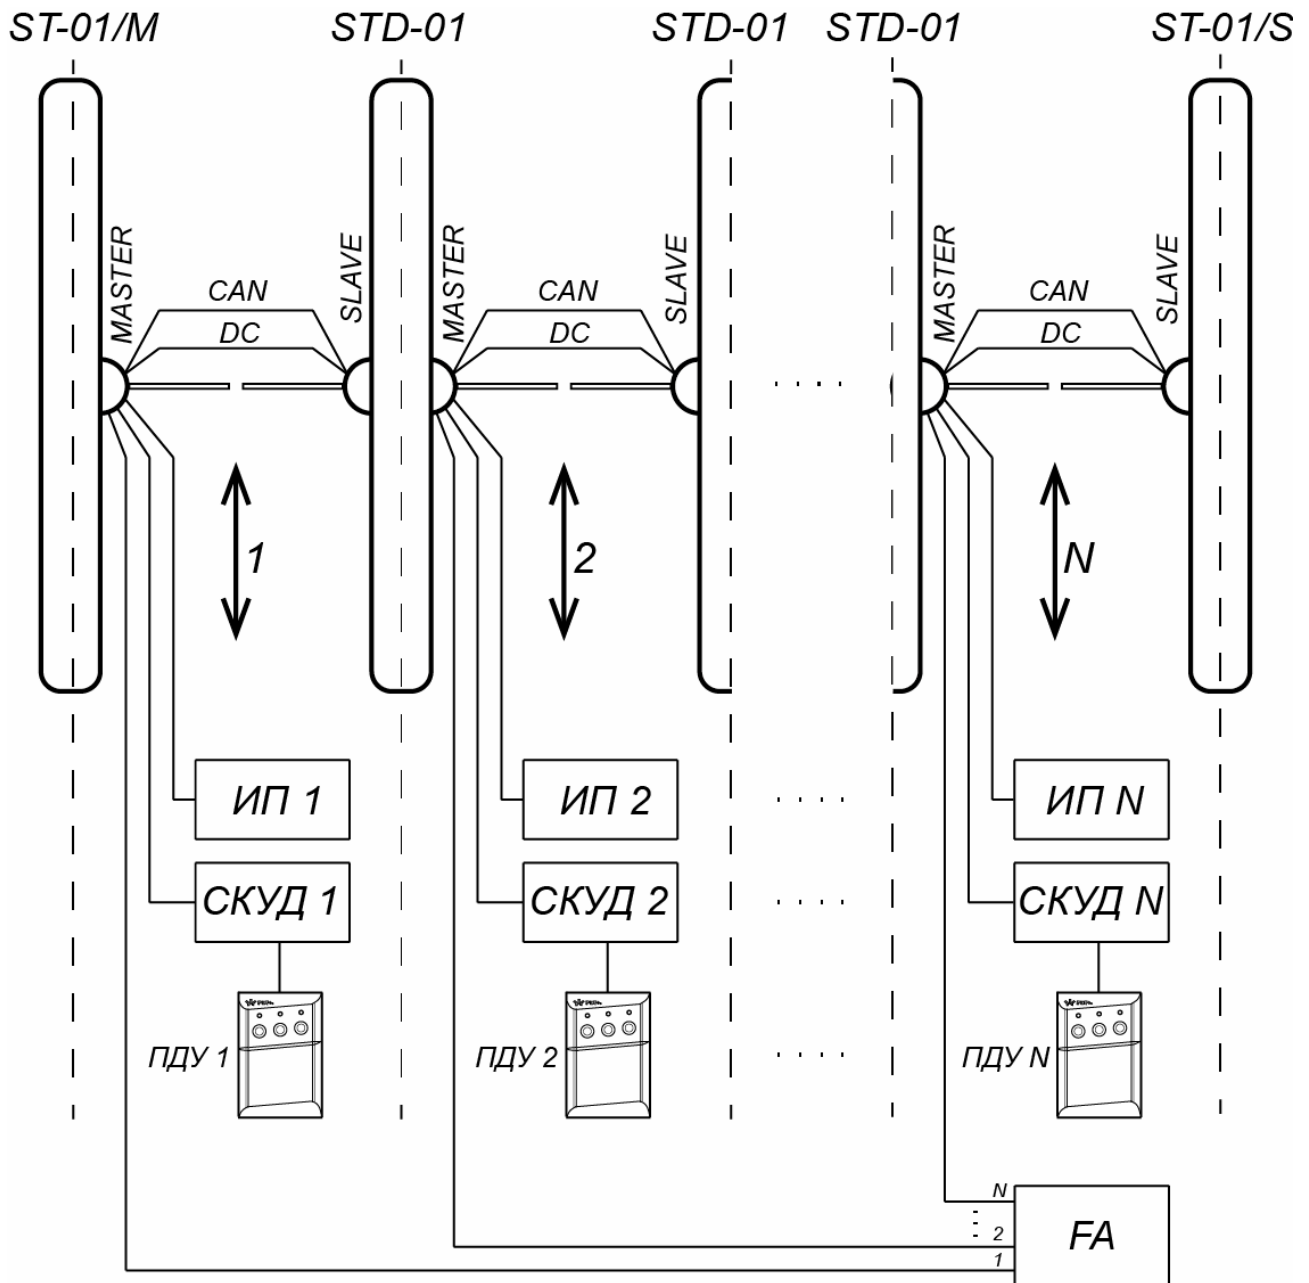
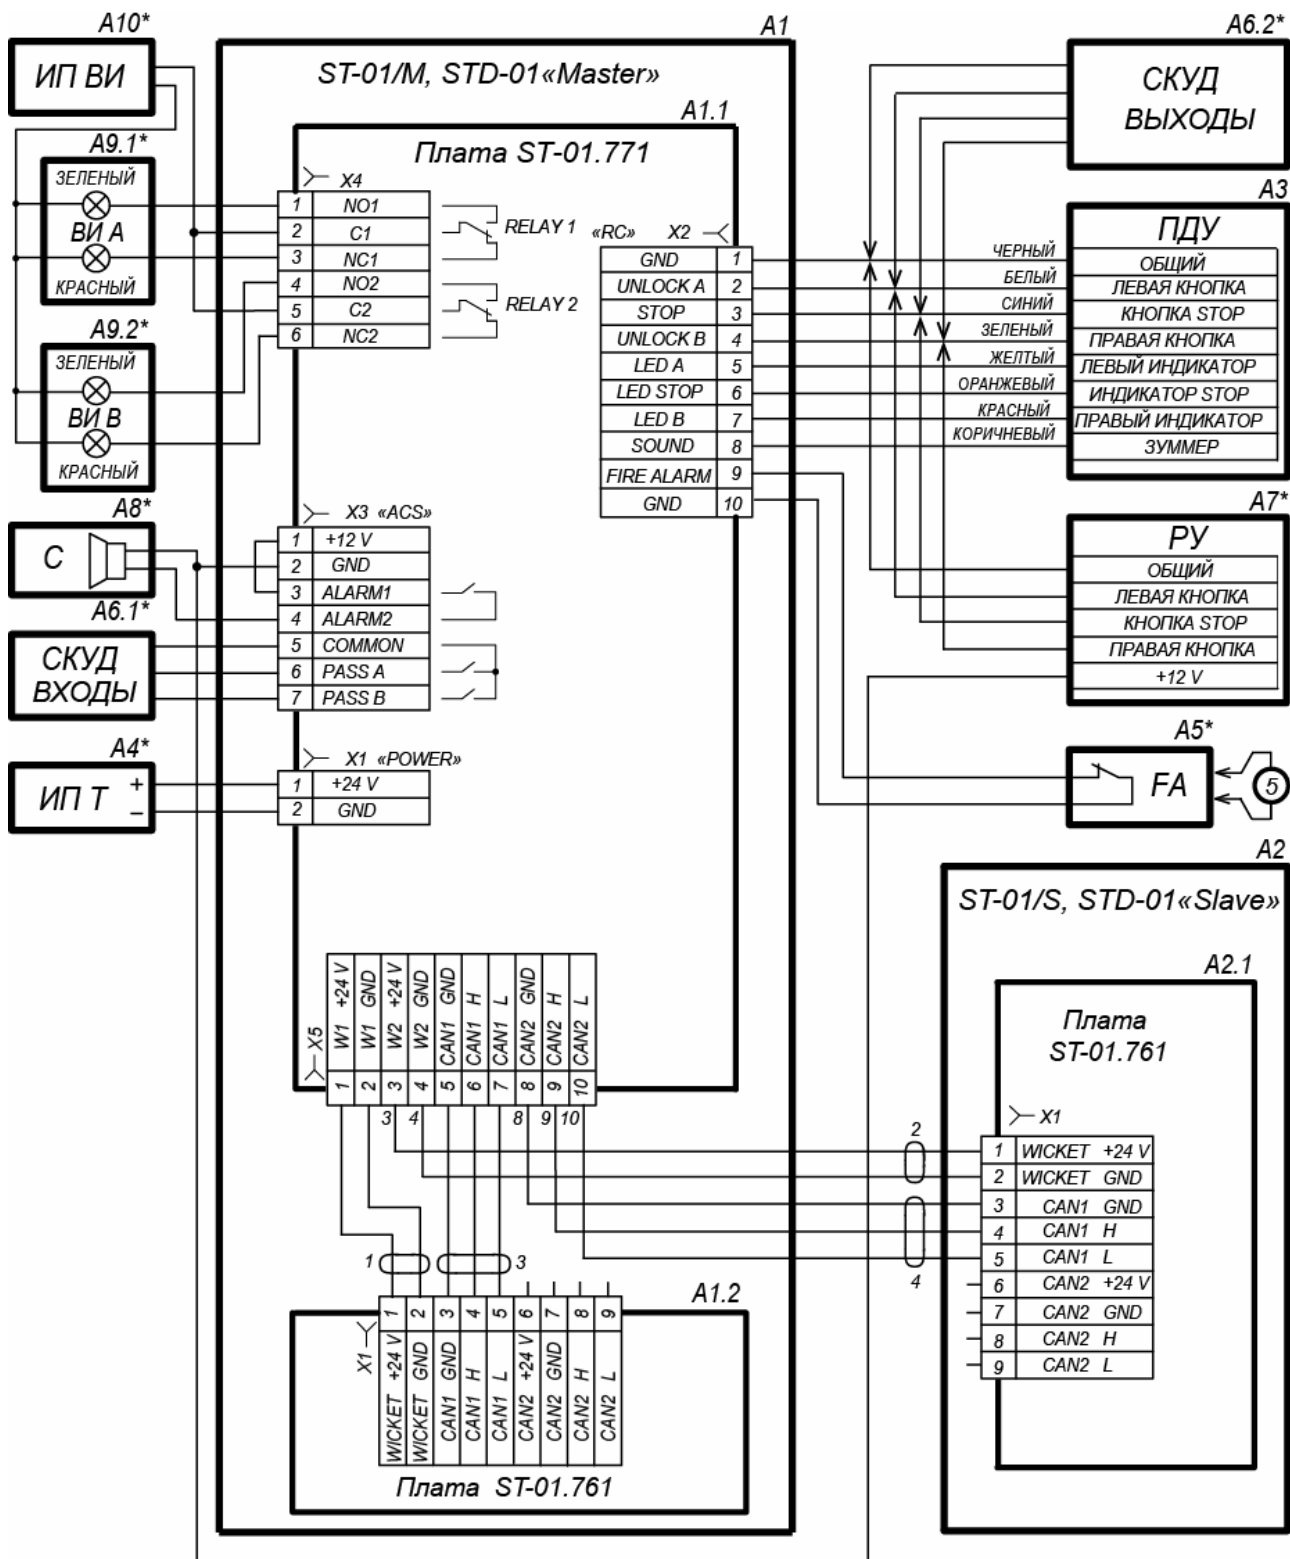

Рисунок 17. Схема соединений турникета PERCo-ST-01 и двусторонних секций PERCo-STD-01 для организации проходной с несколькими зонами прохода
Рисунок 18. Схема электрических соединений турникета¹
Содержание монтажных операций дано с учетом рекомендаций, приведенных в разд. 8.1. Оборудование и инструменты, необходимые при монтаже, перечислены в разд. 8.2. Номера позиций указаны в соответствии с рис. 6 и 7. Схема электрических соединений турникета приведена на рис. 18. Типы кабелей, используемых при монтаже, перечислены в табл. 5. На рис. 17 приведен пример схемы соединений турникета и двусторонних секций при организации проходной с несколькими зонами прохода.
Если нет возможности использовать способ протяжки кабелей кондуктором, при необходимости кабели DC и CAN можно проложить сразу, до начала установки секций. Данные кабели находятся в центральной стойке секции (стороны секции) *Slave* внизу под кожухом. Для этого необходимо распаковать секцию *Slave*, снять кожух с центральной стойки (см. рис. 19), вынуть кабели DC и CAN и отсоединить их от платы управления приводом. На концах жил кабелей имеются маркеры с номерами, соответствующими схеме соединений (рис. 18).
14. Через отверстие для ввода кабелей в основании центральной стойки двусторонней секции (со стороны *Master*) введите внутрь стойки кабели для управления второй зоной прохода: от ИП, от ПДУ или контроллера СКУД, от устройства *Fire Alarm* и дополнительного оборудования, а также кабели DC (19) и CAN (20) от секции (сторона секции) *Slave* или же кондуктор для их протяжки.
20. Подключите кабели к плате управления первой зоны прохода согласно схеме электрических соединений турникета (см. рис. 9 и рис. 18). Плата расположена в нижней части центральной стойки секции *Master*.
Соединительные кабели DC (2) и CAN (4) подключаются к клеммным колодкам **X5** платы управления секции *Master* и **X1** платы привода секции *Slave* в соответствии с маркировкой их жил (см. рис. 18).